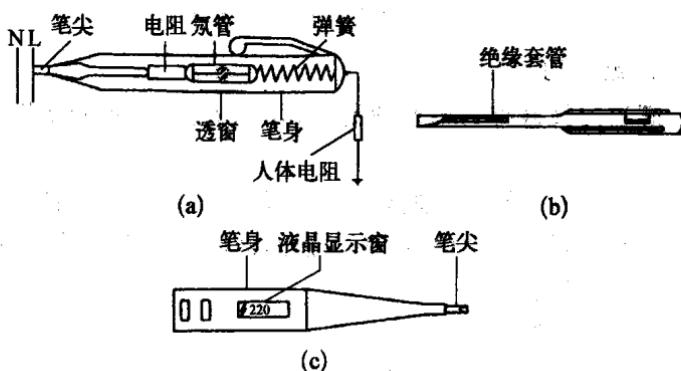
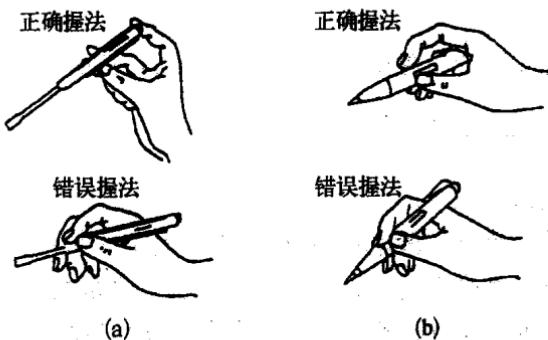

图 1-1 电笔
图 1-2 电笔握法
电笔又称低压验电器，它被比喻为电工的“眼睛”，是用来检测物体是否带电的一种电工常用工具。测量电压多在60~500 V之间。常用形式主要有钢笔式、螺丝刀式和感应式(图1-1)。
(1) 结构 常用的电笔由氖管、电阻、弹簧、笔身和笔尖等组成(图 1-1)。
(2) 验电原理 用电笔验电时,被测带电体通过电笔、人体与大地之间形成电位差,产生电场,电笔中的氖管在电场作用下便会发出红光。
(3) 握法 在使用电笔时,应采用正确的握法,并使氖管窗口面向自己,便于通过透窗观察(图 1-2)。